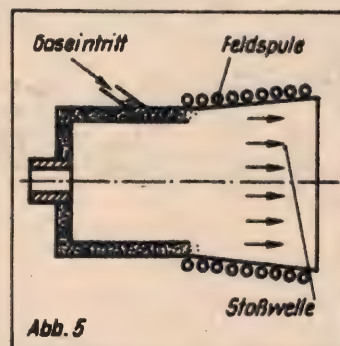

Abb. 5
2. Die **Pumpenförderung** (Abb. 5) Ziolkowski schlug vor, die Gewichte der Tanks durch Pumpenförderung erheblich zu verkleinern. Die Wanddicke ist dabei nur so ausgelegt, daß sie dem Druck der Flüssigkeit während der Beschleunigung standhält. Allerdings kommt ein geringer Gewichtsanteil durch den baulichen Aufwand für das Fördersystem wieder hinzu. Die vom Gas-generator getriebene Turbine treibt die Treibstoffpumpen an, welche den Treibstoff zur Brennkammer befördern.
3. Plasmatriebwerke: Eine Anlage dieser Art sind hydrodynamische Stoßrohre. So strömt z. B. beim Ringstoßrohr das Arbeitsmedium in eine ringförmige Kammer, deren Wände als Elektroden dienen. Während der anschließenden Hochspannungsentladung wird in einer Feldspule ein Magnetfeld erzeugt, das die Elektroden des Entladungsplasmas auf eine Kreisbahn bringt (Abb. 5). Durch Stoßionisieren diese Elektronen das Arbeitsmedium. Außerdem erzeugt das Magnetfeld eine Stoßfront, die dem Plasma eine hohe Beschleunigung erteilt. Es wurden Austrittsgeschwindigkeiten bis 200 000 m/s erreicht.
zeug verwendet werden kann. Eine einfache Schaltung genügt, damit der luftgekühlte Zweizylinder-Heckmotor (Abb. 5) zu einem Wasserstrahl-Triebwerk wird und das Auto-Boot vorwärts treibt. Auf dem Lande überträgt ein automatischer Momentenwandler das Drehmoment des Motors auf alle vier Räder. Die Arbeit des Fahrzeuglenkers ist denkbar einfach, denn er braucht nur entsprechend dem Gelände den gewünschten Gang des Vierganggetriebes mit der Hand einzulegen.